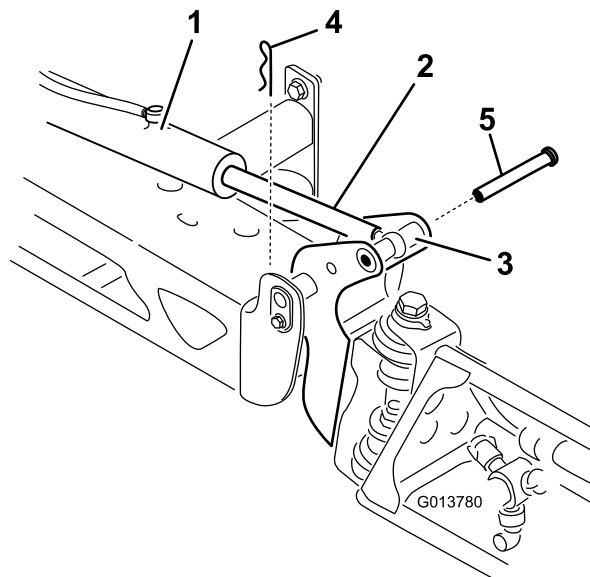

Figure 118
2. Retirez la goupille fendue de l'axe de pivot (Figure 118).
3. Élevez la rampe et retirez l'axe (Figure 118), puis abaissez lentement la rampe au sol.
9. Tout en maintenant la rampe, insérez l'axe dans le pivot de rampe et la tige du vérin (Figure 118).